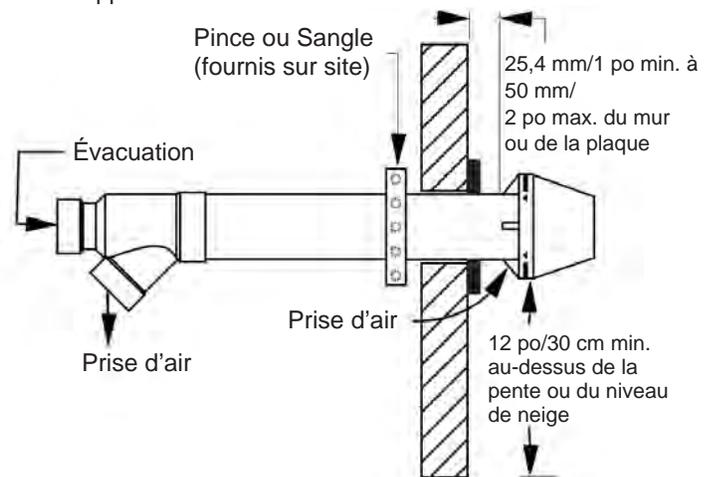

Figure 14. Installation des terminaisons concentriques
1. Les terminaisons concentriques doivent être installées de manière à ce que la distance horizontale entre le mur et la prise d'air soit comprise entre 2,5 et 5 cm (1 et 2 po). (Voir Figure 14.)